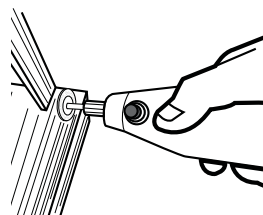

Fig. 12
- > Tenez l'appareil comme un manche de marteau pour du travail plus grossier comme avec un disque à tronçonner (Fig. 12).